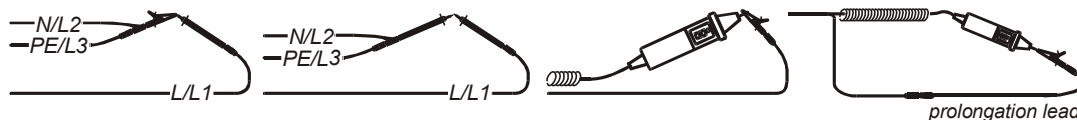

Bild 5.13: Kurzgeschlossene Prüfleitungen
- Schließen** Sie das Prüfkabel am Instrument an und schließen Sie die Prüfleitungen miteinander kurz (siehe Bild 5.13).